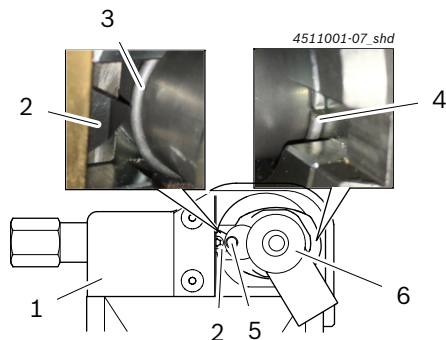

Fig. 8: Posizione corretta dell'anello elastico
4. Ruotare l'apertura dell'anello elastico (Fig. 8, pos. 4) sul lato opposto della parete più spessa.
- ⇒ Posizionare l'anello elastico (Fig. 8, pos. 3) all'altezza esatta dell'inserito di taglio reversibile (Fig. 8, pos. 2).